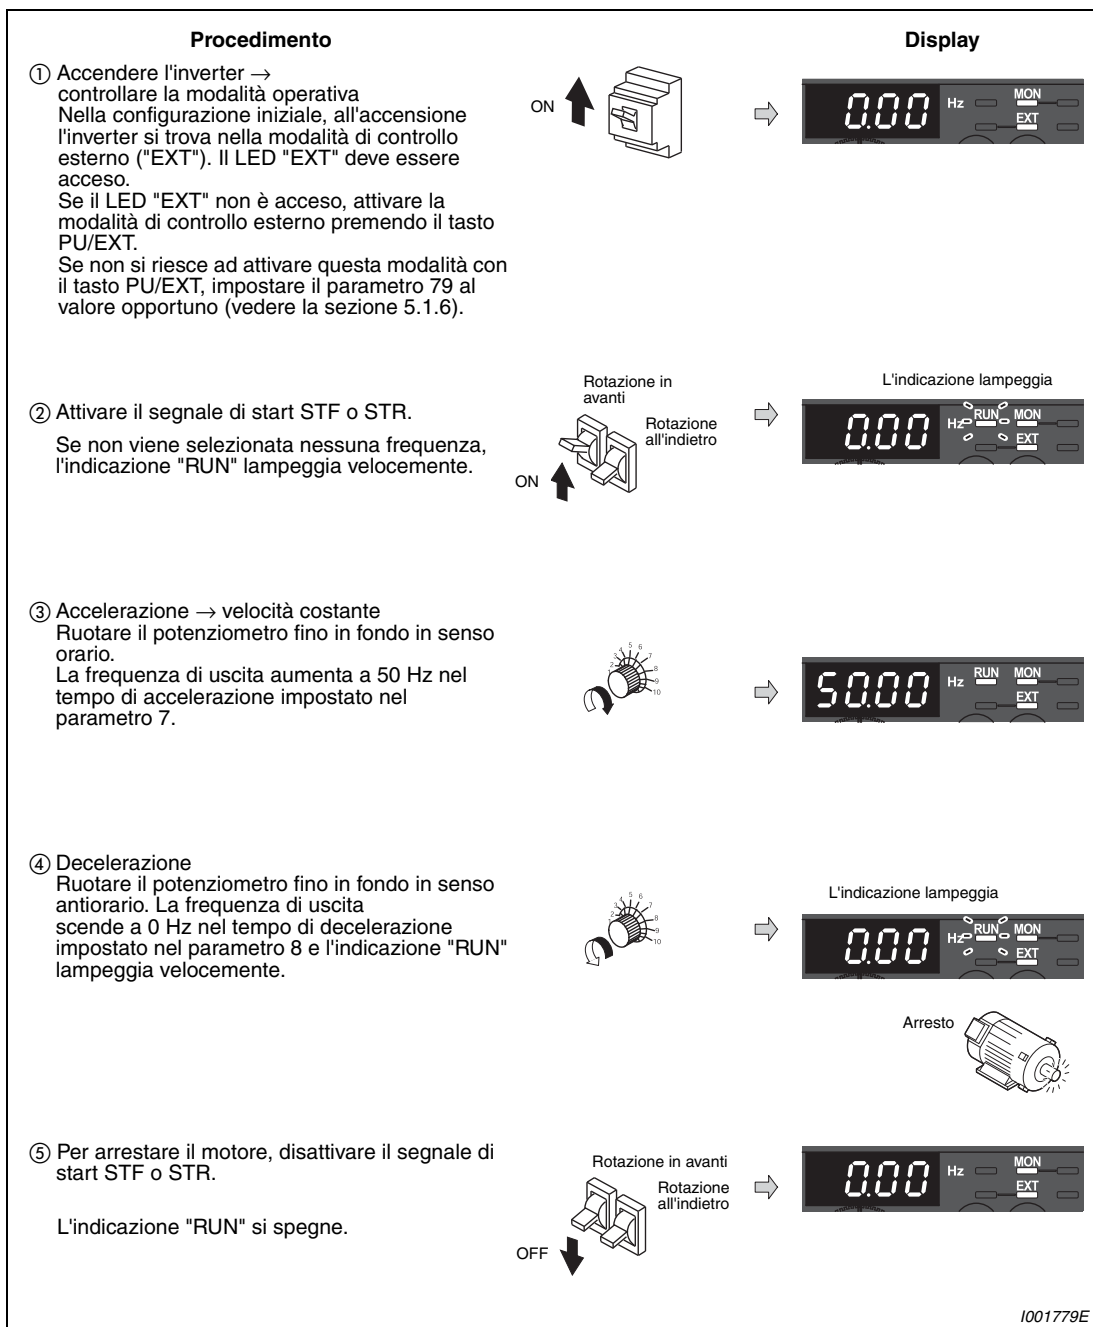

Fig. 5-26: Impostazione della frequenza dell'inverter con un segnale di tensione analogico
① Ruotare il digital dial finché compare l'indicazione "P.125" (Pr. 125).	 →
② Premere il tasto SET per visualizzare il valore attualmente impostato. Appare il valore iniziale "50.00" (50 Hz).	 →
③ Ruotare il digital dial per impostare il valore "40.00" (40,00 Hz).	 →
④ Premere il tasto SET per impostare il nuovo valore.	 →
⑤ Premere due volte il tasto MODE per visualizzare la frequenza di uscita.	 →
⑥ Per controllare l'impostazione, attivare il segnale di start STF o STR e ruotare il potenziometro completamente in senso orario (vedere la Fig. 5-26, punti da ② a ⑤).